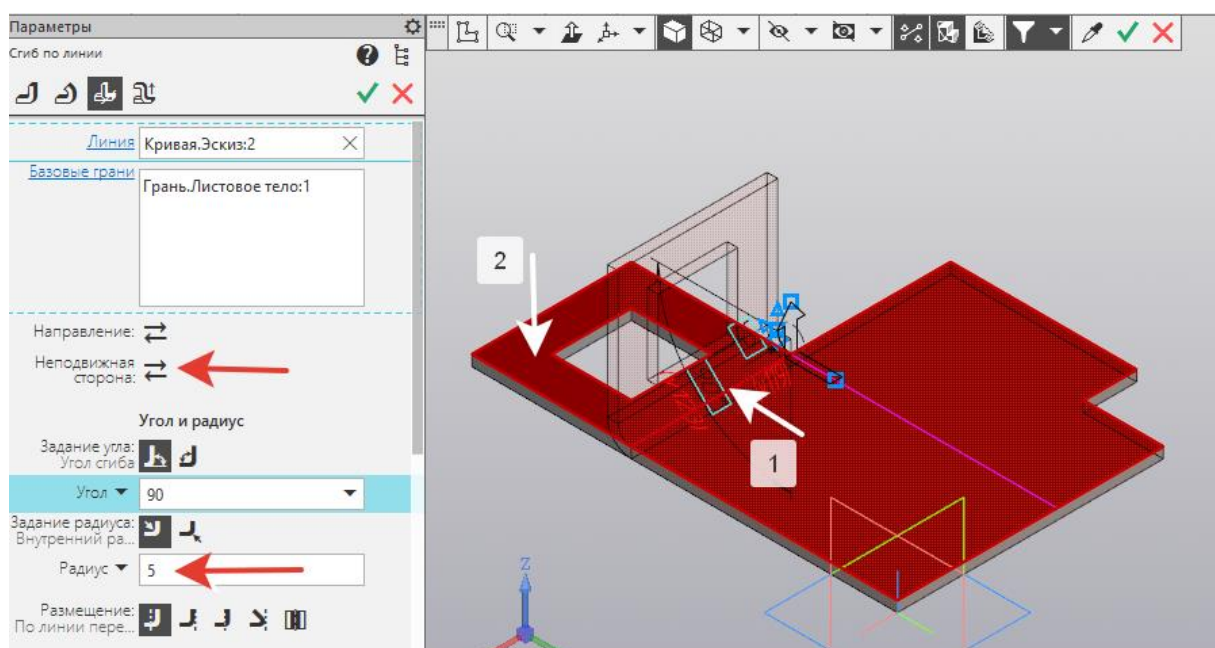

Рисунок 77.
6. На инструментальной панели выбрать *Элементы листового тела* - *Сгиб* - *Сгиб по линии*, на листовой детали указать поочередно: (1) *Линия* и (2) *Базовые грани*. Поменять направление - *Неподвижная сторона*, *Радиус* - 5. Создать объект (рисунок 77). Получили один сгиб.